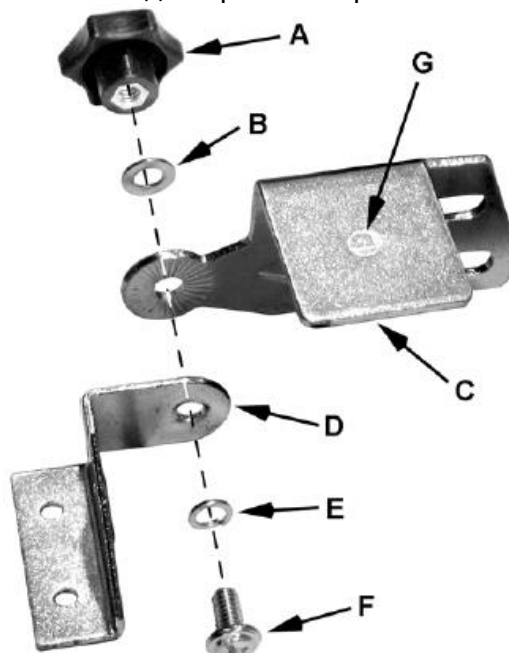

Рис.1
- 2 Скоба (D) (см. примечание)
- 2 Ручка замка (A)
- 2 Искрогаситель (C) (см. примечание)
- 2 1/4"x1/2" Винт (F)
- 2 1/4" Шайба (B)
- 2 1/4" Шайба-гровер (E)
**Примечание:** Скоба (D) и искрогаситель (C) имеют маркировку «L» (G, Рис.1) для левой стороны и «R» для правой стороны.
- 1 Соберите левый искрогаситель и скобу экрана согласно *Рис.1* они имеют маркировку «L»
- 2 Подручник левый (J), правый (не показан)
- 4 5/16"x3/4" Винт (C)
- 4 5/16" Шайба (D)
**Примечание:** Подручники бывают, левый и правый см. рис. 1 чтобы гарантировать правильность их установки.
1. Установите левый суппорт (J), при помощи двух винтов 5/16" x 3/4" (C) и двух плоских шайб 5/16" в кожух круга (M).